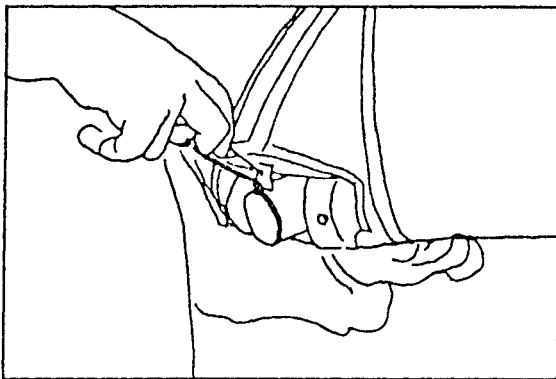

Figure 32
- 18) SCHNEIDE NUN DIE NASENLATTE SOWEIT WIE MÖGLICH EIN UND SETZE DAS VORDERE ENDE AUF DIE KIELSTANGE AUF, SETZE DIE NASENVERKLEIDUNG VORNE AUF. SIE SOLL AN DEN SEITEN GUT SITZEN UND KOMPLETT AM SEGEL ANLIEGEN. ANSONSTEN KANN EINSTRÖMENDE LUFT DAS FLUGVERHALTEN BEEINTRÄCHTIGEN. DIE NASENVERKLEIDUNG MUSS UNBEDINGT ANGEBRACHT WERDEN!! (FIGURE 32)